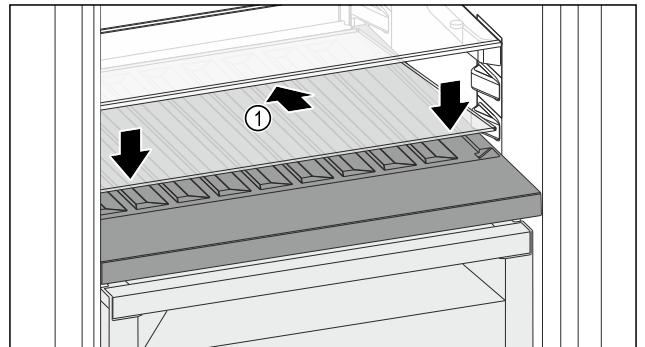

Fig. 157
- ▶ Glasplatte Fig. 157 (1) schräg und nach hinten unten geneigt ansetzen.
- ▶ Glasplatte Fig. 157 (1) vorne absenken.